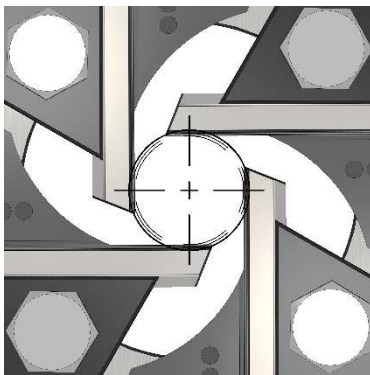

рис. 2 Сведение кулачков.
3. Деталь-образец с желаемой резьбой или калибр зажимается между гребёнок (см. рис. 2). При этом вылет гребенки ставится заранее бóльшим, чтобы деталь была зажата профильной частью гребенки, а не режущей кромкой.